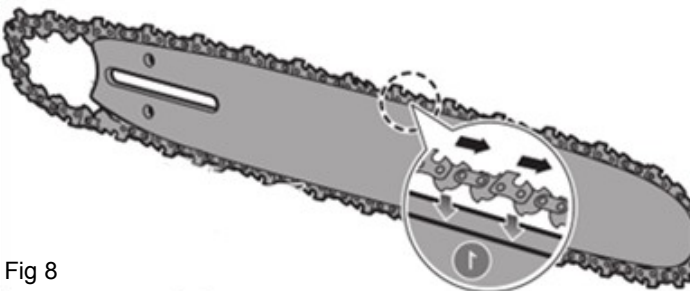

Fig 8
- Positionnez la chaîne afin qu'il se trouve une boucle à l'arrière du guide-chaîne. (Fig 8)